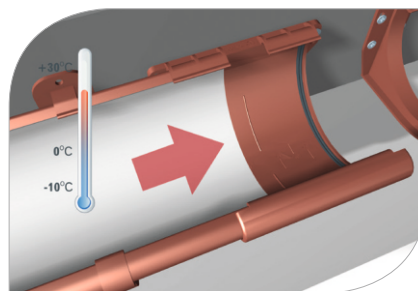

рис. 6
- 1.9 Для обеспечения возможности термического расширения в соединителях и углах следует установить конец желоба согласно вспомогательным линиям **(рис. 6)**